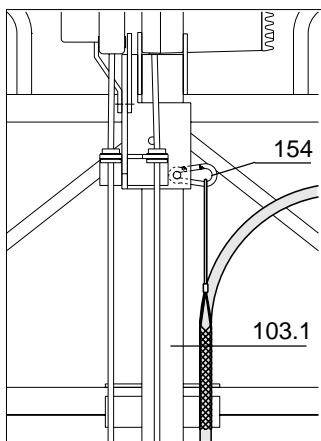

Fig. 1.3
- Brancher le câble d'alimentation au coffret au moyen de la prise CEE. La chaussette tire-câble (Fig. 1.3) évite un effort de traction trop important sur la prise. Elle se fixe au mousqueton (154) attaché à l'étrier inférieur (103.1). Pour les hauteurs supérieures à 100 m, vérifier l'effort de traction admissible sur le câble.